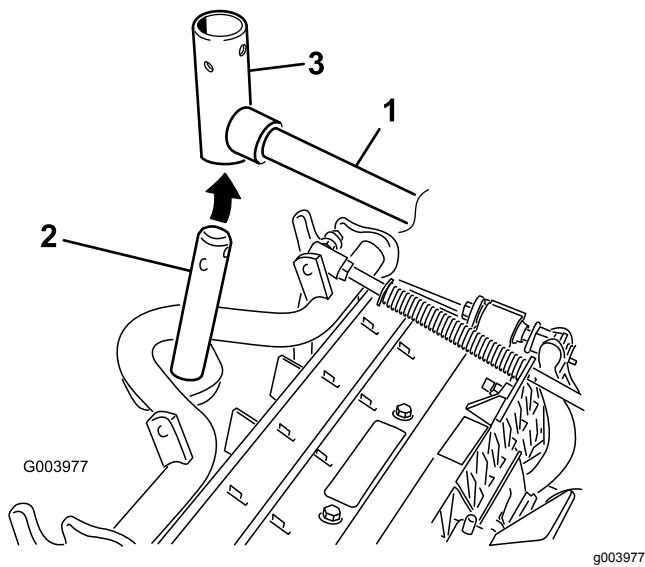

Bild 8
7. Frontschneideinheiten: Schieben Sie eine Schneideinheit unter den Hubarm und schieben Sie gleichzeitig die Trägerrahmenwelle in das Gelenk des Hubarms (Bild 8).
- B. Setzen Sie das Hubarmjoch in die Trägerrahmenwelle ein (Bild 8).